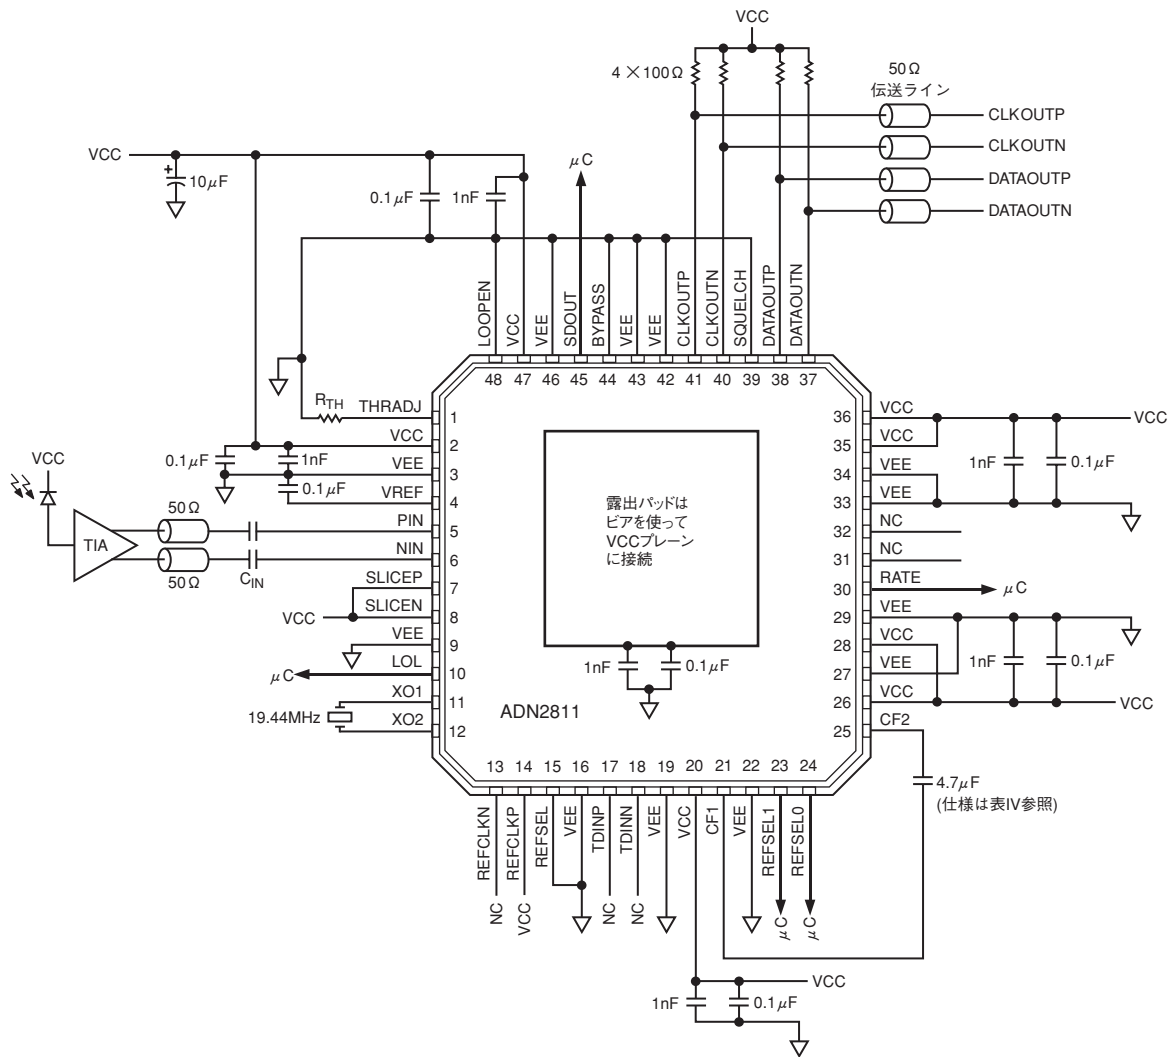

図17. 代表的なアプリケーション回路
3.3V電源がPCBへ入力される場所に、VCCとGNDの間に10 μ Fの電解コンデンサを接続することを推奨いたします。ADN2811のVCC端子のできるだけ近くの、IC電源VCCとGNDの間には、0.1 μ Fと1nFのセラミック・チップ・コンデンサを接続する必要があります。ここでも、電源とグラウンドへの接続をビアを介して行う場合は、複数のビアを並列に使用すると、直列インダクタンスの減少に役立ちます(特に、高速なCLKOUTP/NとDATAOUTP/N出力バッファに電源を供給する35番端子と36番端子)。推奨接続については、図17の回路図を参照してください。